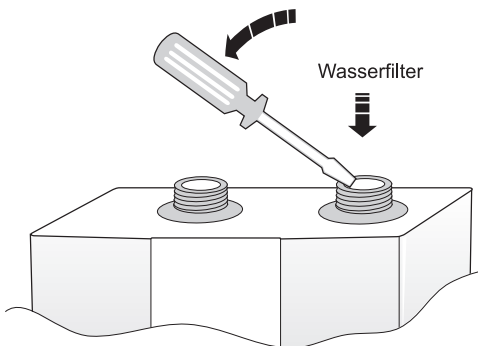

Abbildung 8
3. Den Filter vorsichtig herausnehmen – am besten mit kleinem Schraubendreher (siehe Abbildung 8).